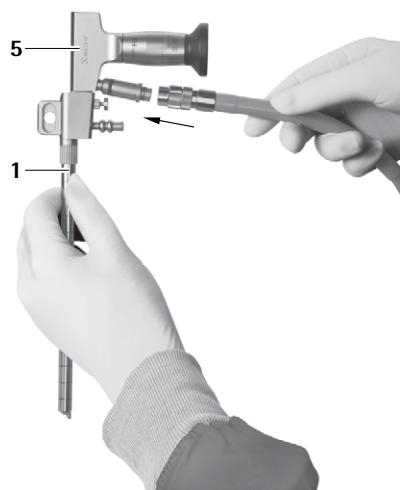

Fig. 3
► Conectar el cable de luz y la cámara, ver Fig. 3–5.